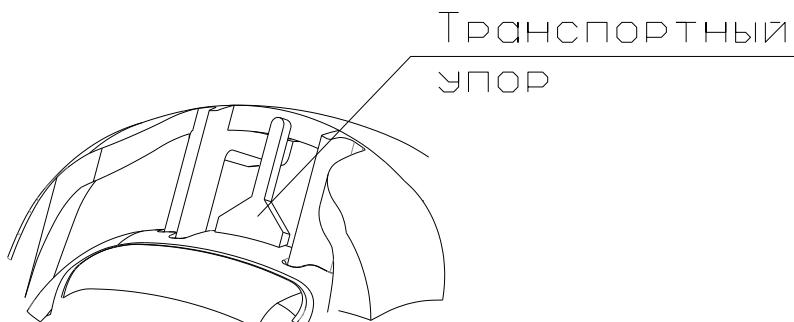

Рисунок 1.7.2
1.7.4 Поставляемый в комплекте специальный ключ КТ, для исключения его случайного вдвигания в КТ при транспортировке, имеет специальный транспортный упор (рис.1.7.2). Для использования ключа, упор на ключе нужно удалить.